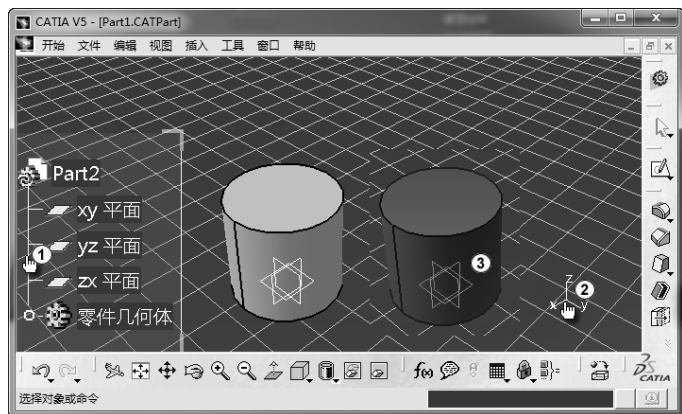

图 1-17 激活特征树
当用鼠标单击特征树树干（即竖直连接线）或窗口右下角坐标系图标时，如图 1-17 中①②所示，工作区对象会变暗（如图 1-17 中③所示），表示当前激活的对象为特征树，变暗的模型被锁定，不能对其进行任何操作；再次单击树干或坐标系图标即可恢复常态。